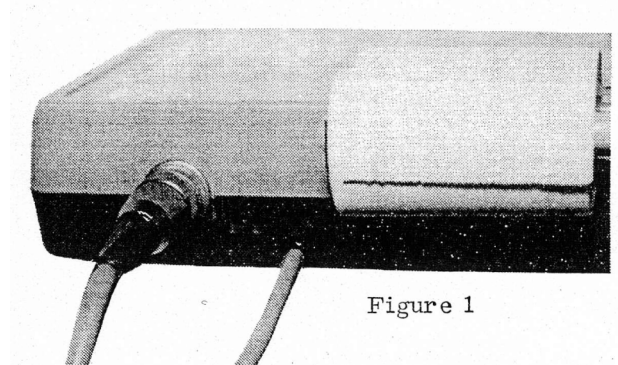

Figure 1
2.1 Connecter les deux câbles reliant le banc de traction au boîtier électronique. (Fig. 1)